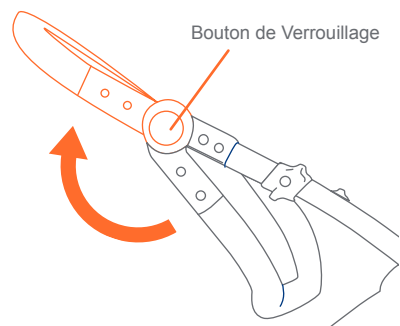

Fig. 7
- 7) • Pour ajuster la poignée, pressez sur les deux Bouton de Verrouillage déplacer la poignée jusqu'à une position confortable pour l'utilisateur (Fig. 7).